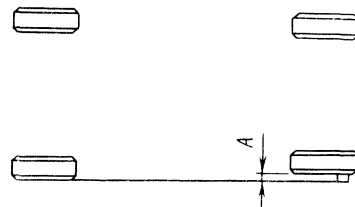

Рис. 141. Проверка установки левого переднего колеса для езды по прямой
- изменением длины левой рулевой тяги установить левое колесо в положение езды по прямой. При этом рулевое колесо не должно поворачиваться. Установку движения по прямой можно проверить шнуром, натянутым от заднего левого до переднего левого колеса на высоте их центров. На заднем колесе между шиной и шнуром необходимо установить проставку толщиной А (рис. 141) равной 36–36,5 мм. Шнур должен касаться шины переднего колеса одновременно спереди и сзади;